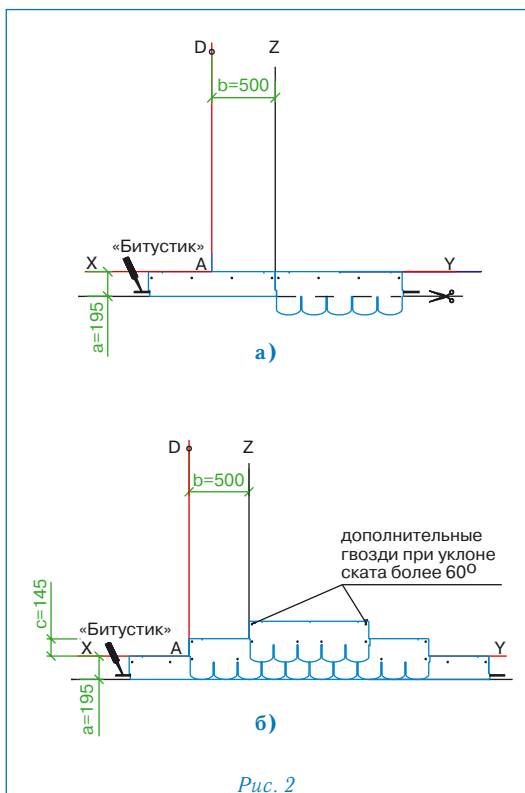

Рис. 2
Укладка материала (рис. 2)
- далее первый ряд черепицы укладывается от линии AD (рис. 2б);
- второй ряд укладывается от линии Z (со смещением 50 см от AD) (рис. 2б);
Каждый лист черепицы ПРЕСТИЖ ТРАДИШНЛ крепится 4 гвоздями – таким образом, чтобы гвоздь прошивал и верхний край нижележащего листа черепицы (рис. 2б).